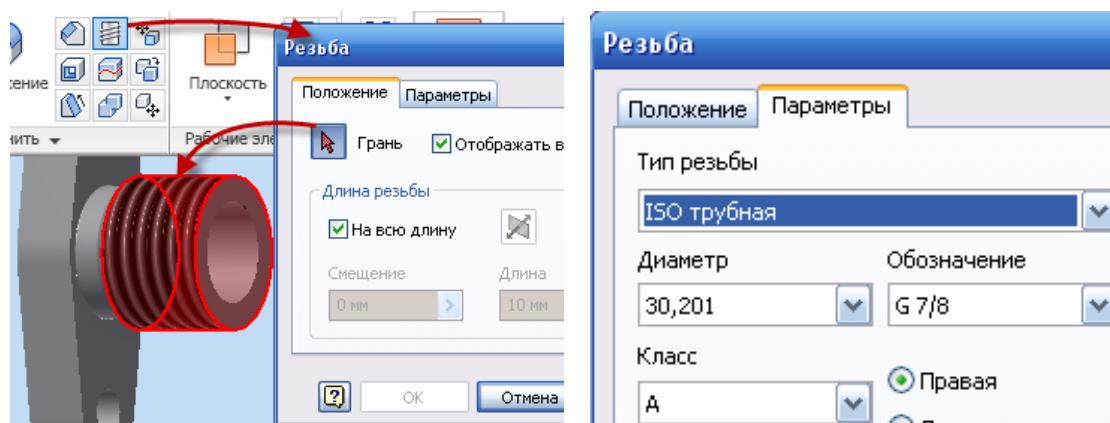

Рис. 3.48. Диалоговое окно *Резьба*
- Выберите поверхность фланца (грань), на которой должна быть резьба и щелкните мышкой по ней (рис. 3.48).
- В диалоговом окне **Резьба** откройте вкладку **Параметры** (рис. 3.48), в окне **Тип резьбы** выберите – **ISO трубная**.